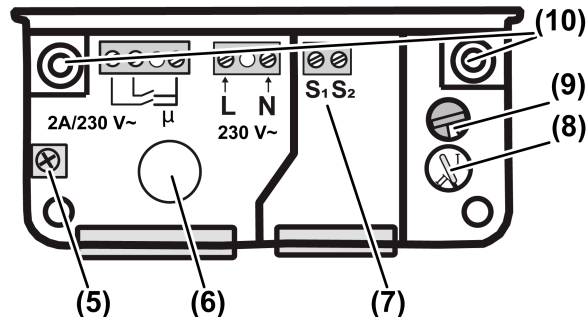

Figura 3: Zona de conexión de la unidad de evaluación
- Retirar la tapa de la unidad de evaluación desatornillando los dos tornillos (3).
- Perforar la junta de goma (6) de la entrada de cables posterior e introducir el cable (véase figura 3).
- Ajustar el interruptor giratorio (8) en la posición II, ajuste de fábrica (véase figura 3).